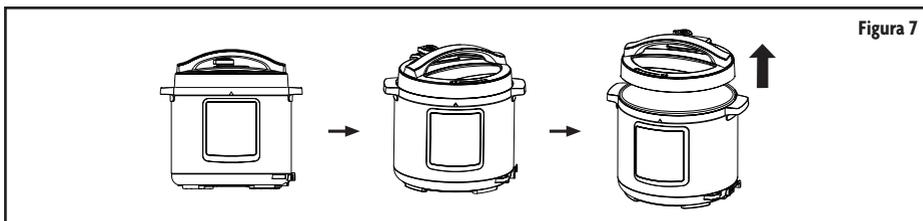

Figura 7
3. Coloque la mano sobre la manija y gire la tapa hacia la posición de desbloqueo y levántela. Coloque la posición de escape hacia «Ventilación» cuando abra la tapa, sin importar la opción de liberación de presión que haya empleado. (Consulte la Figura 7.)